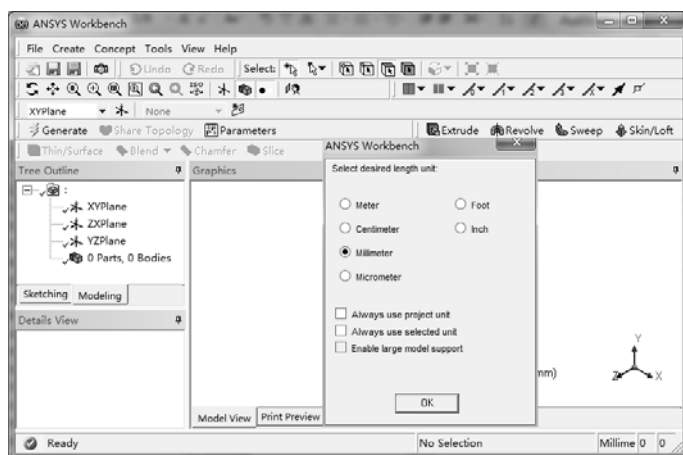

图 5-64 【ANSYS Workbench】对话框
3) 双击项目 A 中的 A2 栏的【Geometry】项，此时会进入到 DesignModeler 界面，并弹出【ANSYS Workbench】对话框，选择【Millimeter】单选按钮设置 mm 单位，如图 5-64 所示。